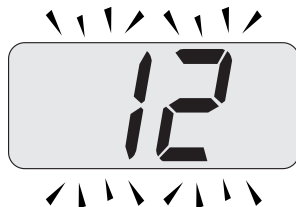

Figura 5.30
- Utilizzando i tasti 16 o 17 è possibile modificare il valore del parametro 01 (Figura 5.30).